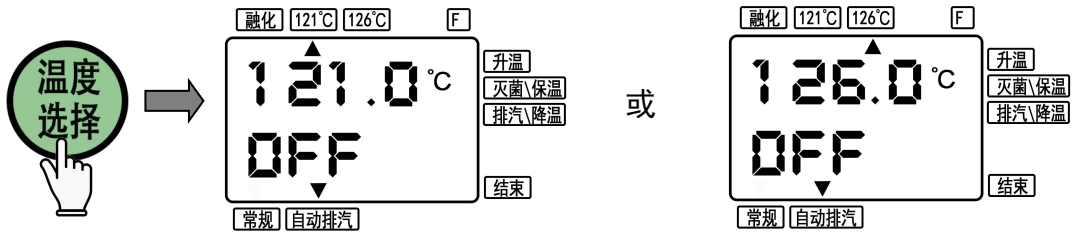

图 16
①设置灭菌温度：根据灭菌物选择灭菌周期，本产品预设“121℃”、“126℃”两个一键制操作模式，按“温度选择键”选取所需的一键制温度（图 16）。注：一键制模式下灭菌温度都有相对应的灭菌默认时间，121℃—20min、126℃—15min，融化功能请见第 7 章《控制面板说明》。